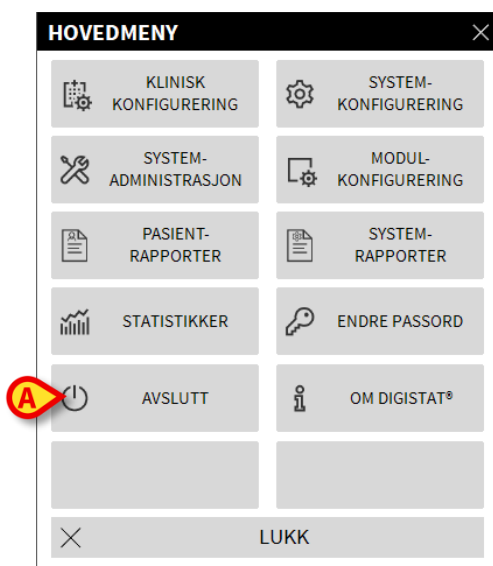

Fig 33
Avslutt-knappen i Alaris™ Infusion Central -hovedmenyen (Fig 33 **A**) gjør det mulig å avslutte Alaris™ Infusion Central -miljøet. For å avslutte Alaris™ Infusion Central:
Alaris™ Infusion Central -hovedmenyen åpnes (Fig 33).
- Klikk på **Avslutt**-knappen (Fig 33 **A**).